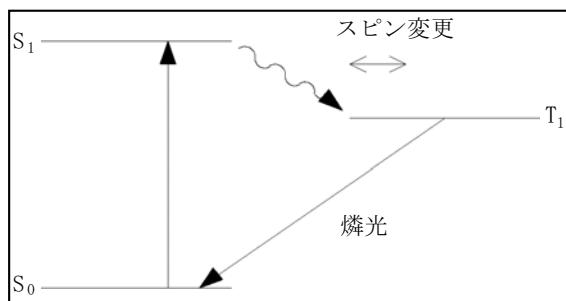

図 4 燐光エネルギーの遷移
燐光の過程が長いのは、励起状態の電子の 1 つが、溶媒の分子と衝突した場合などに、スピンの方向を変えるためです。これが起きると、励起された分子はいわゆる 3 重項状態 (T) になります（『14 ページ 図 4』を参照）。